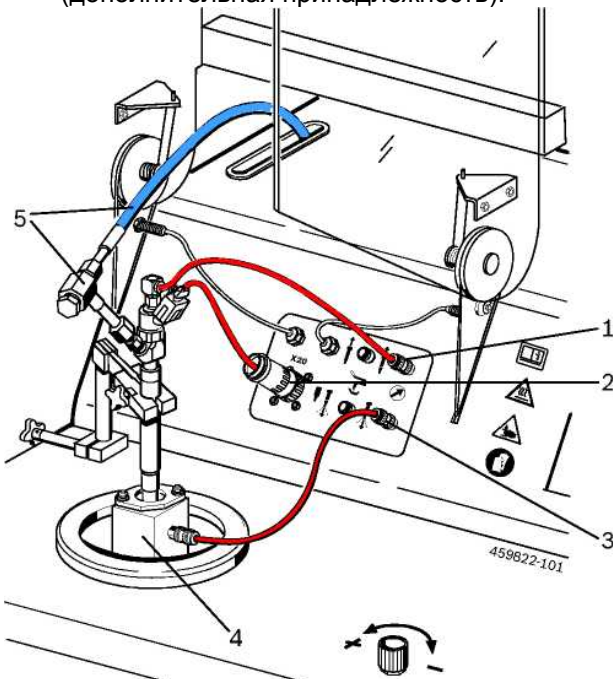

Рис. 17. Подключение инжектора системы Common Rail для легковых дизелей (CRI).
3. Соединительная магистраль высокого давления 5 (рис. 17) с адаптером подключения присоединить к инжектору системы Common Rail для легковых/грузовых дизелей (CRI/CRIN).
4. Кабель с адаптером подключить к инжектору системы Common Rail для легковых/грузовых дизелей (CRI/CRIN) и в электрическое гнездо 2 подключения устройства EPS 200 (рис. 17).
5. Присоединить шланг 1 680 712 287 к линии обратного слива инжектора системы Common Rail для легковых/грузовых дизелей (CRI/CRIN) и к испытательному подключению для инжектора системы Common Rail для легковых/грузовых дизелей (CRI/CRIN) (рис. 17, поз. 1 – линия обратного слива) устройства EPS 200.
После проведения теста на герметичность («Leak test») камера впрыска монтируется на компоненте, и шланг 1 680 712 286 присоединяется к испытательному подключению для инжектора системы Common Rail для легковых/грузовых дизелей (CRI/CRIN) (рис. 17, поз. 3 – впрыск) и камере впрыска.